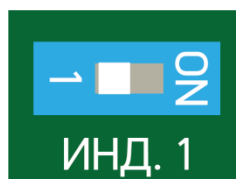

Рисунок 7.27
– по окончании настройки отключить сигнальный светодиод, установив флажок выключателя (поз.3 рисунок 7.1) в левое положение (положение «1») (рисунок 7.27).